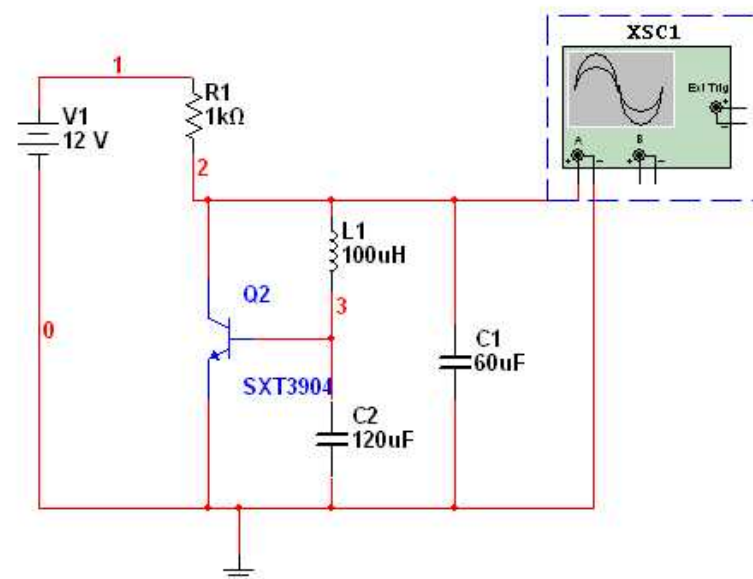

Рис. 49. Схема для исследования автогенератора, собранного по схеме емкостной трехточки
1. Собрать схему автогенератора, изображенную на рис. 49.